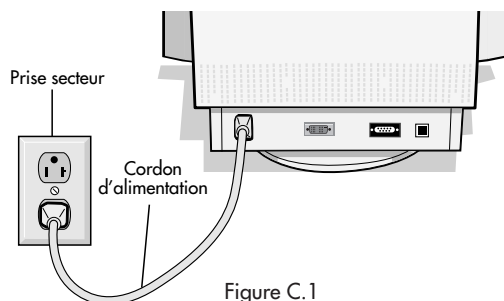

Figure C.1
**NOTA** : Pour obtenir un adaptateur de câble Macintosh Multisync au l'adaptateur DVI/DFP appeler NEC Technologies au (800) 820-1230
3. Connecter une extrémité du cordon d'alimentation sur le moniteur MultiSync FP1350X l'autre extrémité sur la prise secteur (**Figure C.1**).